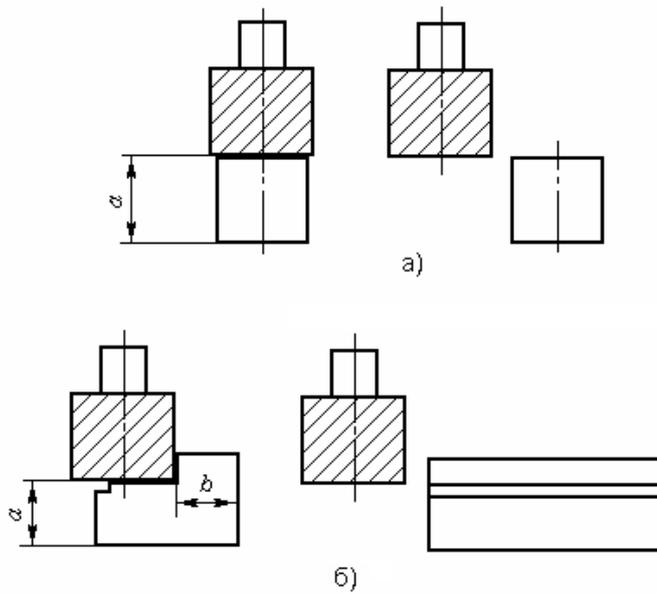

Рисунок 3.29
6. Указать комплект технологических баз, необходимый для обеспечения требуемой ориентировки заготовки (рисунок 3.29).